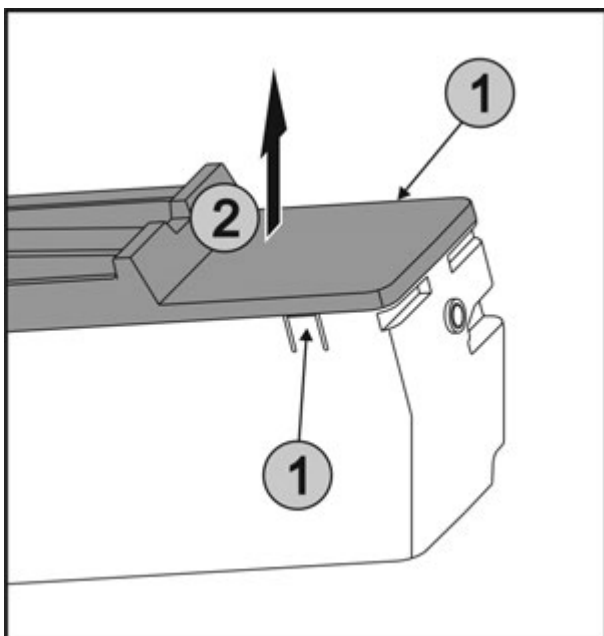

Fig. 81
- ▶ Накладки Fig. 81 (1) з обох боків EasyTwist-Ice натиснути одночасно і кришку Fig. 81 (2) вийняти рухом вгору.